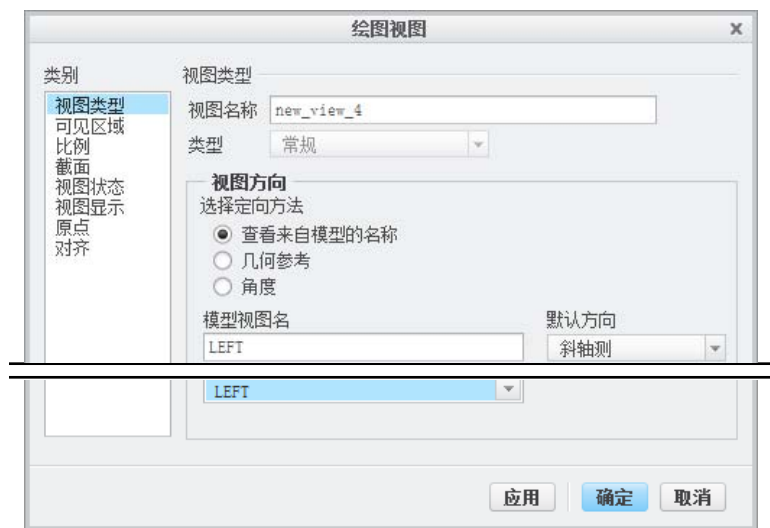

图 3.8.52 “绘图视图”对话框（一）
Step4. 在“绘图视图”对话框中的 **视图方向** 区域中，选中 **选择定向方法** 中的  查看来自模型的名 单选项，在 **模型视图名** 中找到视图名称 **LEFT**，此时“绘图视图”对话框（一）如图 3.8.52 所示，单击对话框中的 **应用** 按钮。